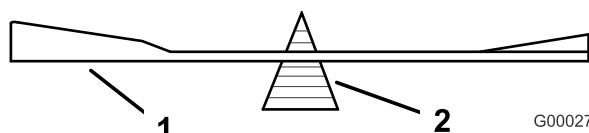

Bild 24
2. Überprüfen Sie die Auswuchtung des Schnittmessers auf einer Ausgleichsmaschine (Bild 24). Wenn das Schnittmesser in seiner horizontalen Position bleibt, ist es ausgewuchtet und kann wiederverwendet werden. Feilen Sie, wenn das Mähmesser nicht ausgewuchtet ist, vom Flügelbereich des Messers etwas Metall ab (Bild 25). Wiederholen Sie diesen Vorgang, bis das Messer ausgewuchtet ist.